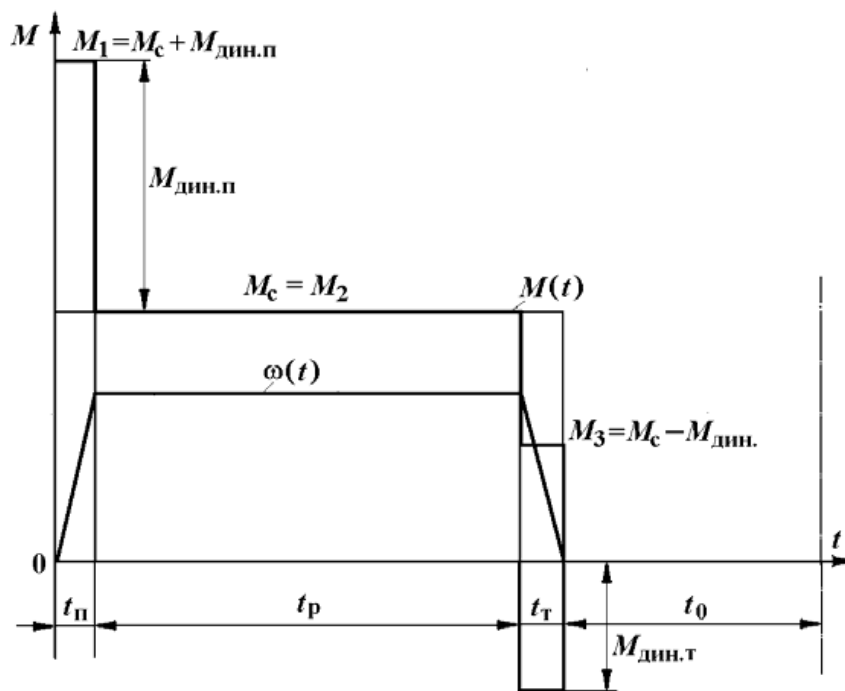

Рис.3. Тахограмма и нагрузочная диаграмма рабочей машины
**Задача 7.** Определить по заданной тахограмме и нагрузочной диаграмме рабочей машины нагрузочную диаграмму привода с предварительно выбранным двигателем. Двигатель привода имеет номинальные данные: мощность  $P_n = 50 \text{ кВт}$ ; скорость  $\omega_n = 100 \text{ рад/с}$ ; момент инерции двигателя с передачей  $J_{дв} = 5 \text{ кгм}^2$ , момент  $M_n = P_n / \omega_n = 500 \text{ Нм}$ . Момент рабочей машины  $M_m = 1250 \text{ Нм}$ ; установившаяся скорость  $\omega_m = 20 \text{ рад/с}$ ;  $\eta = 0,5$ . Тахограмма рабочей машины приведена на рис.3. Время пуска  $t_{п} = 2 \text{ с}$ , время торможения  $t_{т} = 2 \text{ с}$ , время работы  $t_p = 26 \text{ с}$  и время паузы  $t_0 = 20 \text{ с}$ . Коэффициент ухудшения теплоотдачи в периоды пуска и торможения  $\gamma_t = 0,75$ ; коэффициент, учитывающий ухудшение теплообмена при остановке  $\beta_t = 0,5$ .
**Задача 8.** Привод с двигателем ( $P_n = 15 \text{ кВт}$ ,  $\omega_n = 100 \text{ рад/с}$ ,  $M_n = 150 \text{ Нм}$ ) работает по тахограмме, приведенной на рис.3. Коэффициент ухудшения теплоотдачи в периоды пуска и торможения  $\gamma_t = 0,75$ ; коэффициент, учитывающий ухудшение теплообмена при остановке  $\beta_t = 0,5$ . Моменты  $M_1 = M_{п} = 200 \text{ Нм}$ ;  $M_2 = M_p = M_c = 150 \text{ Нм}$ ;  $M_3 = M_{т} = -141 \text{ Нм}$ .